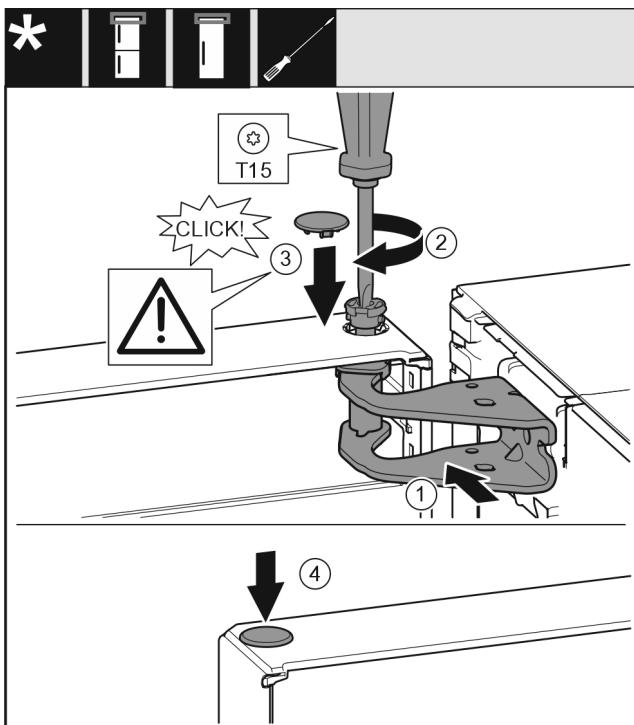

Fig. 20
- ▶ Aligner la porte en haut sur l'ouverture du support de palier Fig. 20 (1).
- ▶ Insérer l'axe Fig. 20 (2) et le serrer avec un tournevis.
- ▶ Installer le couvercle Fig. 20 (3).
- ▶ Vérifier que le couvercle Fig. 20 (3) repose bien sur la porte.
- ▶ Installer le couvercle Fig. 20 (4).